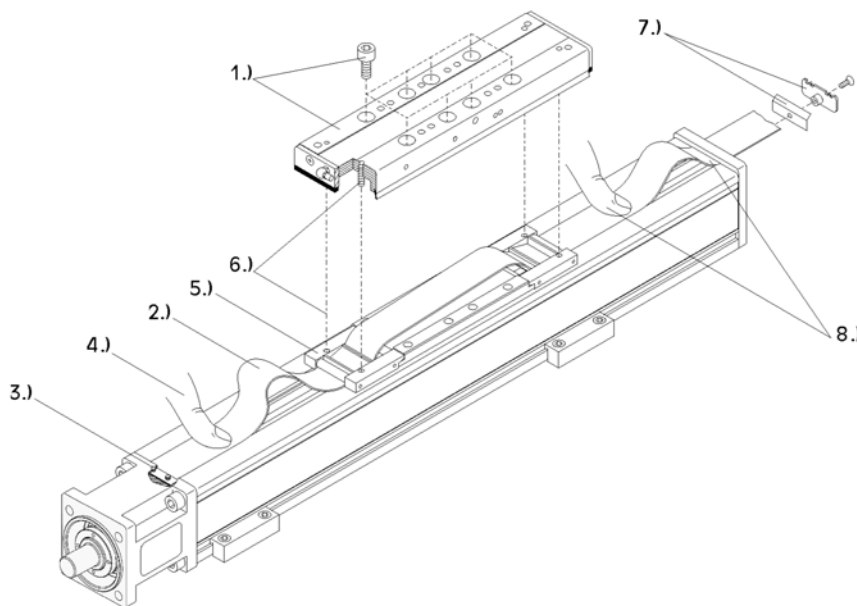

Figure 17: Remplacement de la bande de recouvrement
1. **Figure 17:** Enlever les vis de fixation du chariot et soulever le chariot complet verticalement par le haut, avec précaution. **Attention** : les presse-bande devraient rester sur le profilé tubulaire !